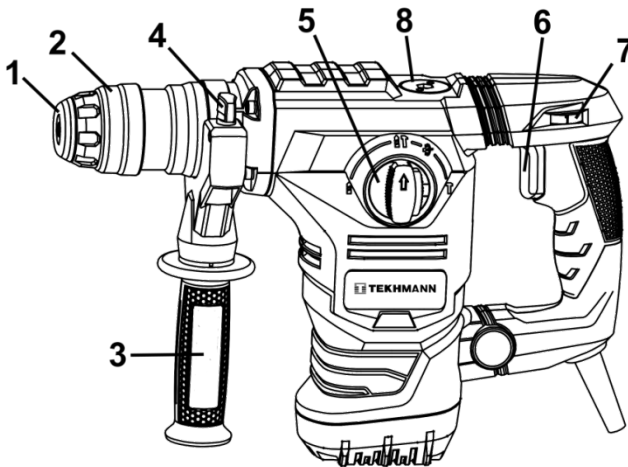

Рисунок 1
4.1 Виберіть необхідний режим роботи виробу за допомогою перемикача (5) (див. рисунок 1, таблицю 1). При необхідності зміни кута нахилу насадки при виконанні довбальних робіт зробіть необхідні операції, які описані в пункті 3.5. При необхідності встановлення свердильного патрона - встановіть його в патрон SDS-plus через адаптер.
4.2 Для увімкнення виробу натисніть на курок вимикача (6) (рисунок 1). Для відключення виробу курок слід відпустити.